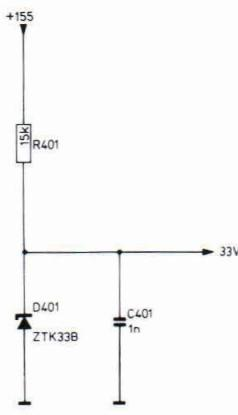

Fig. I-17
c. De afstemspanning voor de kanaalkeuze (Fig. I-17)